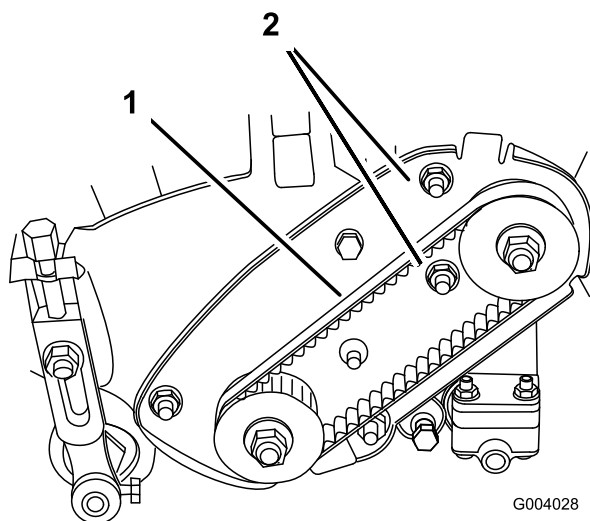

Figura 32
A. Allentate i dadi di montaggio della sede del cuscinetto (Figura 32).
C. Serrate i dadi di montaggio della sede del cuscinetto (Figura 32). Non tendete eccessivamente la cinghia.